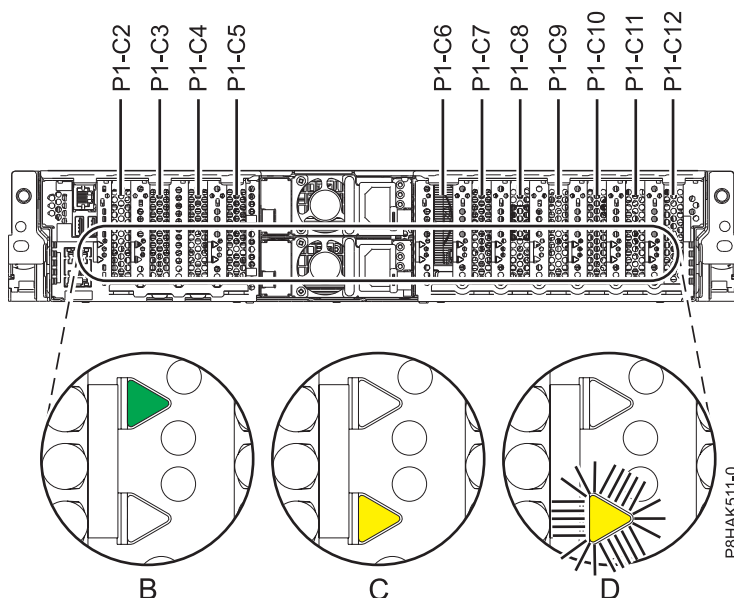

Abbildung 18. Positionen der PCIe-Adaptersteckplätze und LEDs in einem System vom Typ 5148-21L, 5148-22L, 8247-21L, 8247-22L, 8284-21A oder 8284-22A
1. In Machen Sie sich mit den Positionen der PCIe-Adaptersteckplätze und den Serviceanzeigen für den zu wartenden PCIe-Adapter vertraut. Die PCIe-Adapter werden an der Rückseite des Systems installiert. In Abb. 18 werden die Positionen der PCI-Adapter in einem System vom Typ 5148-21L, 5148-22L, 8247-21L, 8247-22L, 8284-21A oder 8284-22A und die Positionen der LEDs für die einzelnen PCI-Adapter angezeigt.